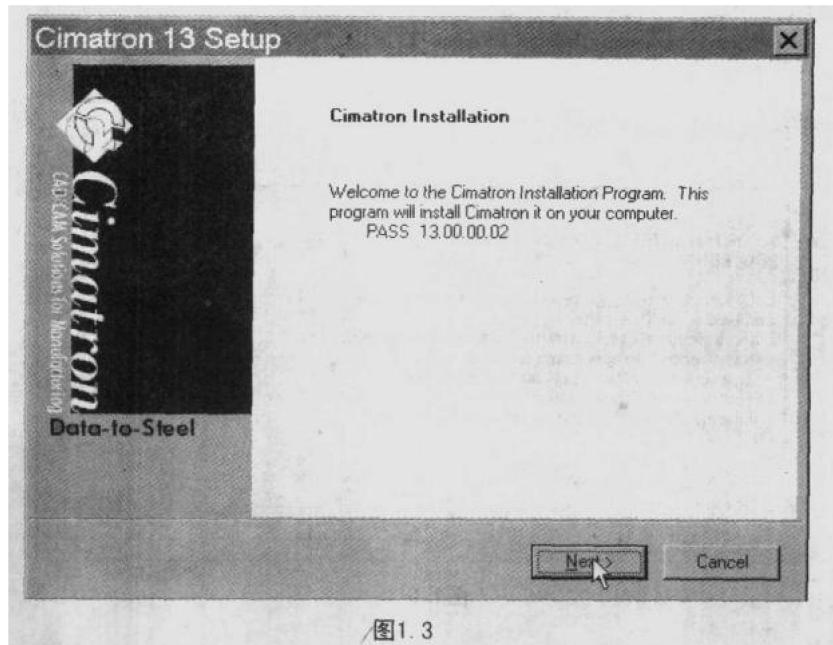

图1.3
- (3) 安装程序进行一系列的搜索和等待之后，出现如图1.3所示的画面，单击Next继续。